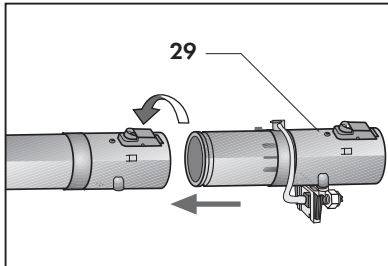

Abb. 21
- das Aufnahmeteil des Verlängerungsrohrs in das Steckteil des Zerstäubers stecken und die rote Blockierungstaste drücken (**Abb. 21**);